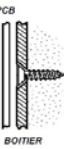

Figure B.4: Position de la vis de fixation
9. Fixez la couverture arrière en utilisant deux vis et remplacez le PCB. Utilisez l'ISO 7050 (ST3.5 x 22) ou des vis similaires pour que la tête de la vis ne touche pas le PCB – voir Figure B.4.